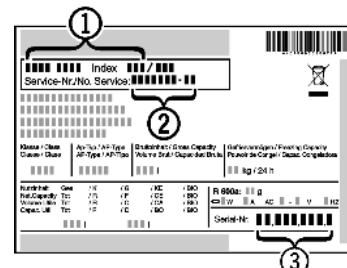

Fig. 18
▶ Назва пристрою Fig. 18 (1), сервісний номер Fig. 18 (2) та серійний номер Fig. 18 (3) вказані на заводській табличці. Заводська табличка знаходиться всередині пристрою, зліва.